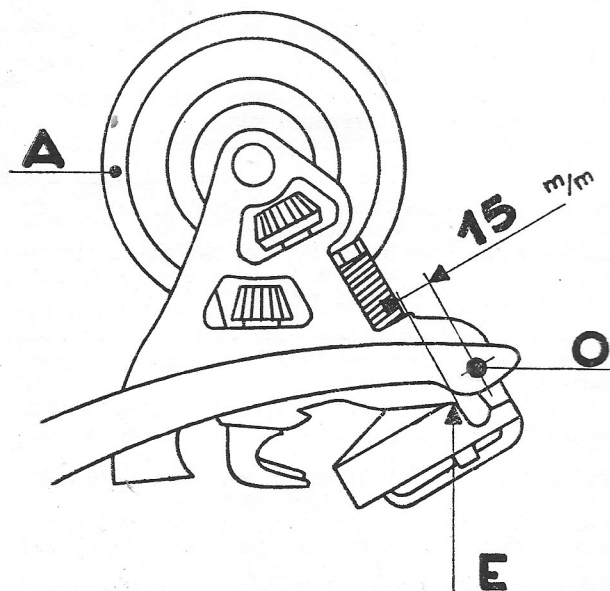

Fig. 26
Au moment précis où le disque noueur va entrer en rotation, il faut que l'axe du galet d'aiguille (O) ait dépassé le sommet de l'encoche (E) de la plaque du disque noueur de 15 mm. (Fig. 26)